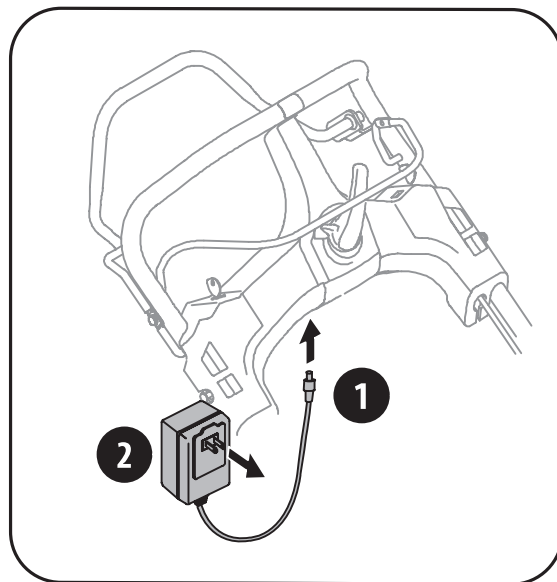

Figure 5-8
1. Branchez le chargeur de la batterie dans la fiche sous l'habitacle de la batterie, Figure 5-8.
2. Branchez la fiche du chargeur de la batterie dans une prise de courant ordinaire de 120 volts. Voir la Figure 5-8. Chargez la batterie pendant 8 à 10 heures avant sa première utilisation. Ne la chargez pas plus de 12 heures. La batterie doit seulement être chargée avant sa mise en service initiale et après toute période prolongée d'inactivité.